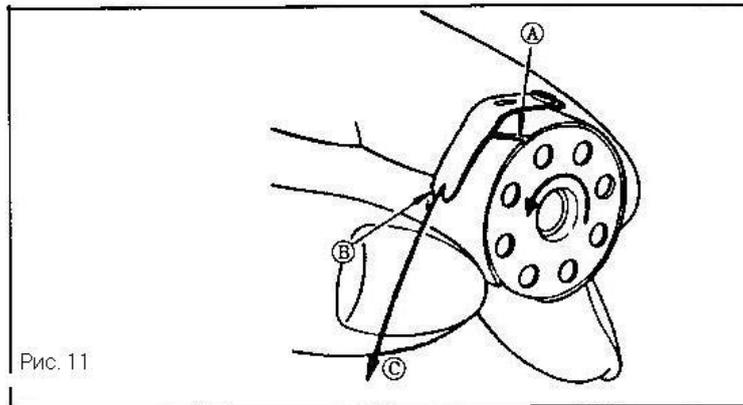

Рис. 11
4.1 Описание клавиатуры (Рис. 11, 12, 13, 14)
5. КАК ВСТАВИТЬ ШПУЛЬКУ В ШПУЛЬНЫЙ КОЛПАЧЕК (Рис. 11).